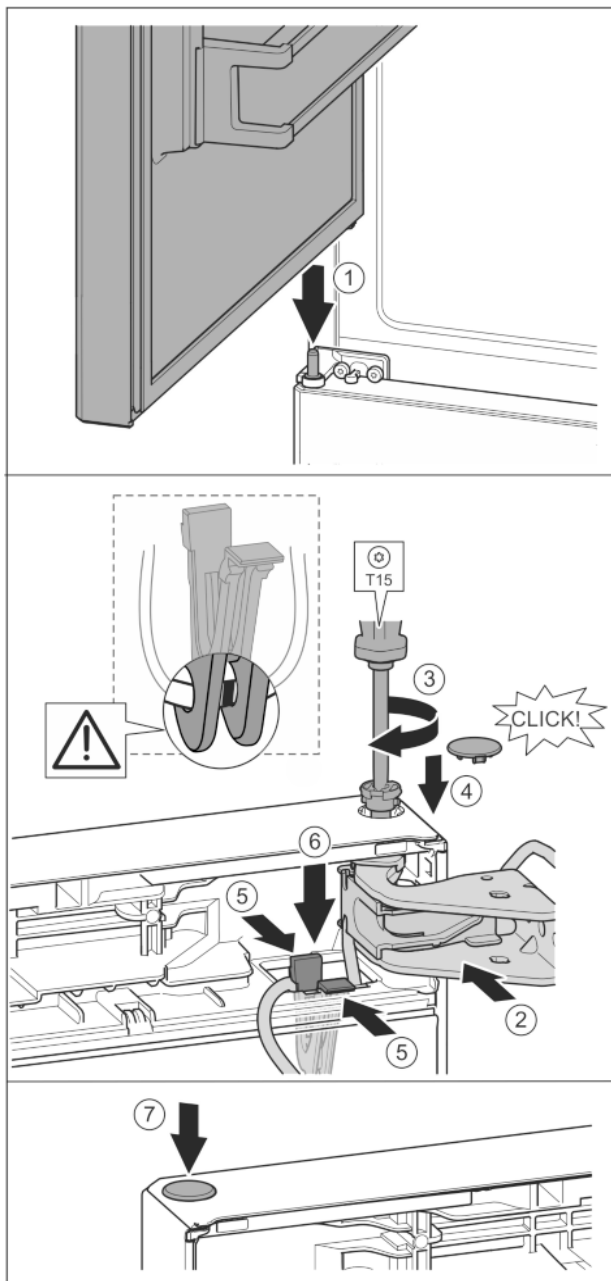

Fig. 41
- ▶ Założyć górne drzwi na środkowy sworzeń zawiasu Fig. 41 (1)
- ▶ Wyrównać drzwi u góry względem otworu w płytce zawiasu. Fig. 41 (2)
- ▶ Założyć sworzeń i dokręcić śrubokrętem T15. Fig. 41 (3)
- ▶ Zamontować osłonę bezpieczeństwa w celu zabezpieczenia drzwi: Włożyć osłonę zabezpieczającą i sprawdzić, czy przylega ona do drzwi. Ponadto założyć cały sworzeń. Fig. 41 (4)
- ▶ Uchwyt z zamocowanym kablem umieścić w otworze. Fig. 41 (5)
- ▶ Uchwyt przycisnąć, aż nakładka zatrzaskuje się. Fig. 41 (6)
- ▶ Założyć zatyczkę. Fig. 41 (7)